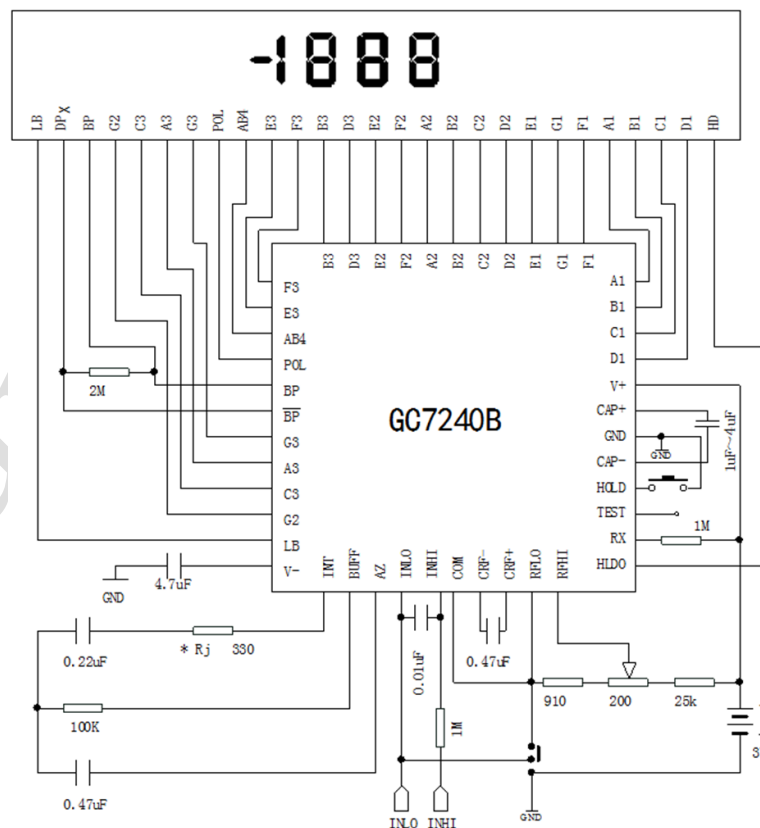

图 2 200mV LCD 直流电压表头电路图
GC7240B 的基本应用是制作 LCD 数字式直流电压表和数字式万用表。通过选择不同的外接元件参数，可以制作不同量程的表头。其中 200mV 量程的表头应用最为广泛，因为它是 3 位半数字万用表的基本部件。由于 GC7240B 的 3V 低电压供电方式，使得用 GC7240B 制作的数字式直流电压表的输入信号可以有共 COM 和共 GND 两种接法。图 2 是 200mV 表头的典型应用电路。
- 1) 图 2 电路中，当移动跳线 J 使 INLO 和 COM 相连时，构成输入信号的共 COM 接法，当移动跳线 J 使 INLO 和 GND 相连时，构成输入信号的共 GND 接法。对于制作 3V 电池供电的数字万用表来说，输入信号的两种接法一般都能满足应用要求。用共 COM 接法的表头制作数字万用表，电路形式相对简洁，但是由于 COM 端最大只能承受几毫安电流，对于需要有较大灌入电流的测量项目，不太适用。用共 GND 接法的表头制作数字万用表，不存在电流承受能力问题，但测量转换电路要稍加改动。